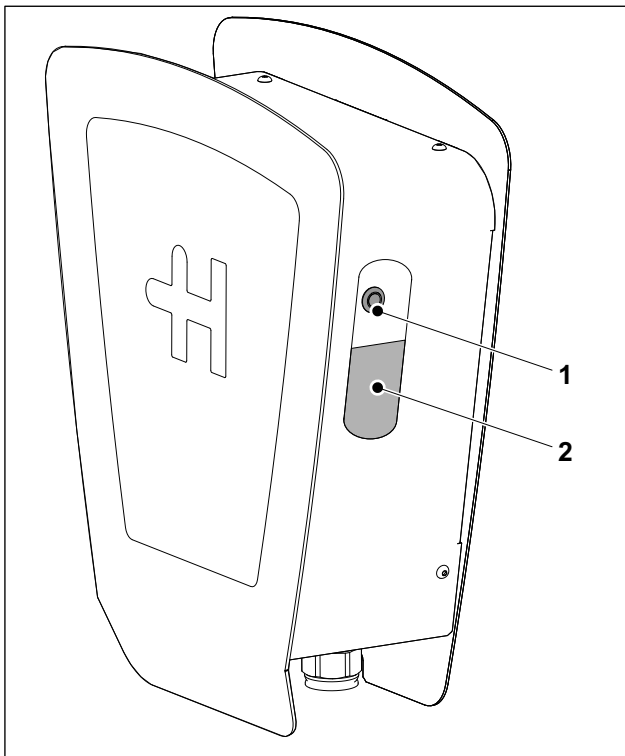

Abb. 1 Heidelberg Wallbox Home Eco
Der Ladevorgang lässt sich **nicht** mit dem Taster (Abb. 1/1) abbrechen. Es gibt drei Möglichkeiten den Ladevorgang abzubrechen:
Falls nach dem Einstecken des Ladekabels oder dem Drücken der Taste (Abb. 1/1) keine Reaktion der Wallbox erfolgt, überprüfen Sie bitte die gebäudeseitige Spannungsversorgung (Leitungssicherungen, FI-Schutzschalter).
- Zum Rücksetzen der Fehlerstrom-Schutzeinrichtung drücken Sie die Taste (Abb. 1/1) länger als 3 Sekunden. Die LED flackert grün.